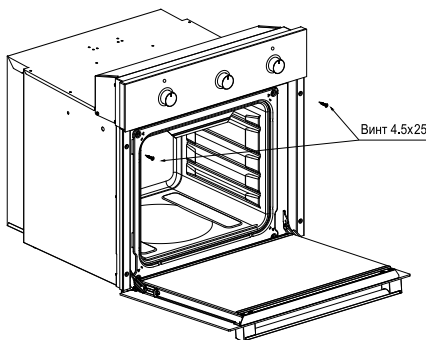

рис. 2
- Для устранения возможности случайного перемещения, духовой шкаф крепится к мебели двумя винтами с потайной головкой (см. рис. 2).